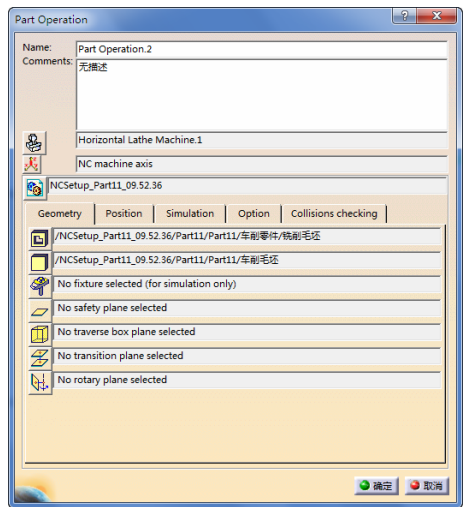

图 7-43 “Part Operation”对话框（2）
3) 在特征树上双击“Part Operation.2”节点，弹出“Part Operation”对话框（2），如图 7-43 所示。